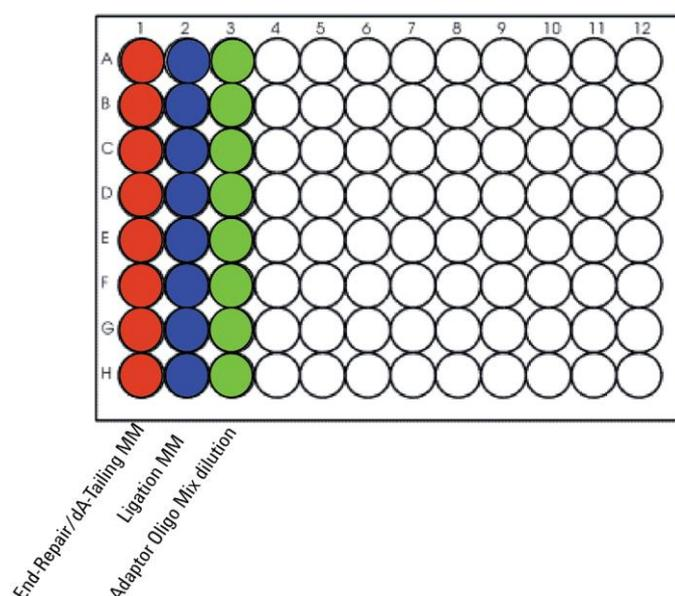

図 5 LibraryPrep_XT_HS2_ILM 用のマスターミックスソースプレートの配置
1. Agilent Deep Well プレートにステップからで調製したマスターミックスを含むマスターミックスソースプレートを調製します。表 35 に示す容量の各マスターミックスを Agilent Deep Well プレートの各カラムの全てのウェルに加えます。このマスターミックスソースプレートの最終的な配置は図 5 に示します。